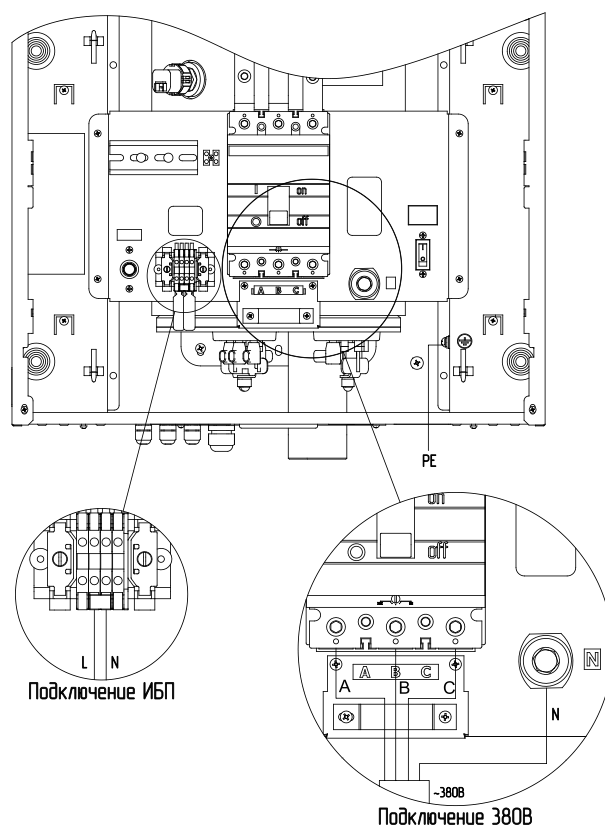

**Рис.7 Схема подключения электрического котла ZOTA SOLID-X 6-24 кВт**
- извлечь перемычки (**рис.7, 8, 9 поз.1**);
- подключить провода фазы «L» к колодке (**рис.7, 8, 9 поз.2**);
- подключить провода нейтрали «N» к колодке (**рис.7, 8, 9 поз.3**).